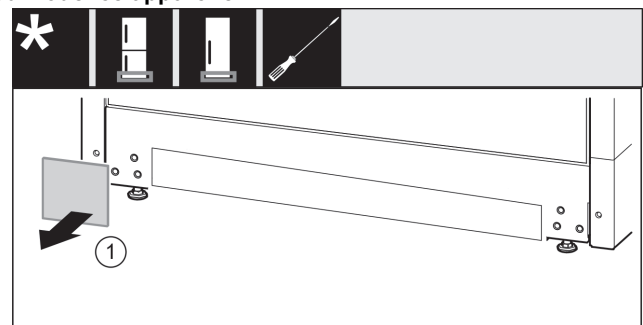

Fig. 16
- ▶ Retirer le cache Fig. 16 (1).